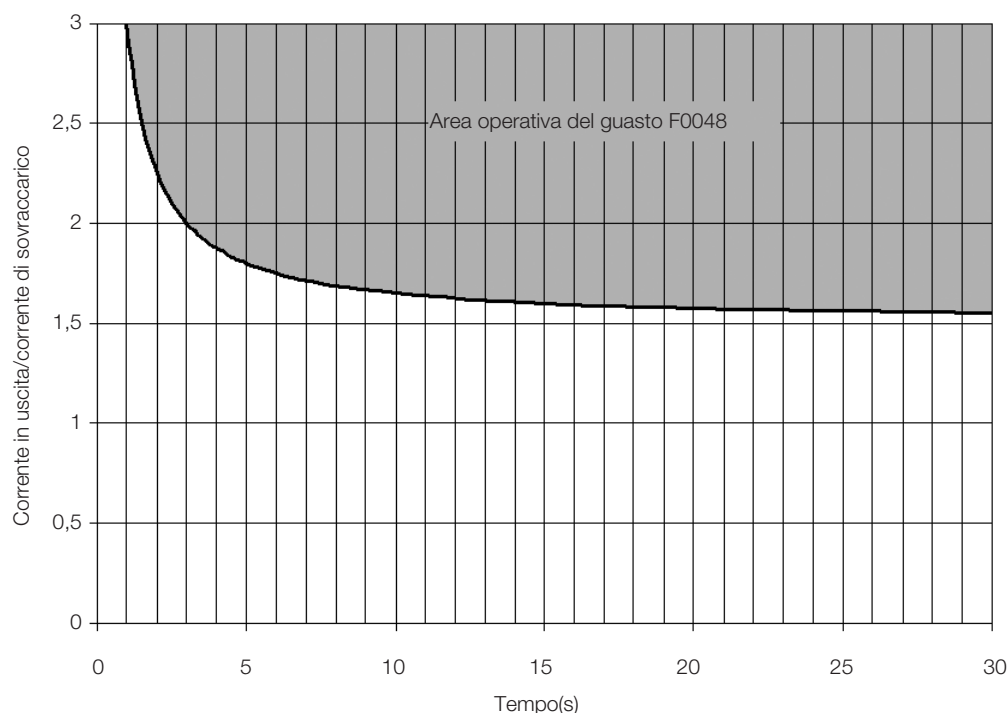

Figura 18.2: Azionamento del sovraccarico degli IGBT (Heavy Duty - HD)
La protezione dal sovraccarico IGBT del CFW500 usa lo stesso formato della protezione del motore. Tuttavia, il progetto è stato modificato in modo che il guasto F0048 si verifichi in tre secondi per il 200 % di sovraccarico per servizio pesante (HD) (P0298 = 1), in relazione alla corrente nominale dell'inverter (P0295), come illustrato nella Figura 18.2 a pagina 18-4. Dall'altra parte, il sovraccarico IGBT (F0048) non si attiva per livelli al di sotto del 150 % della corrente nominale del convertitore (P0295).